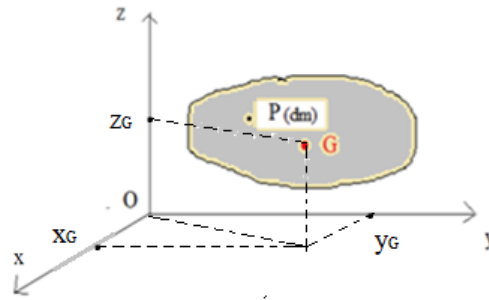

Figure III.8
Soit un système continue (S) de N points matériels. On affecte une masse élémentaire (dm) pour le point M, (Figure III.8) ou :